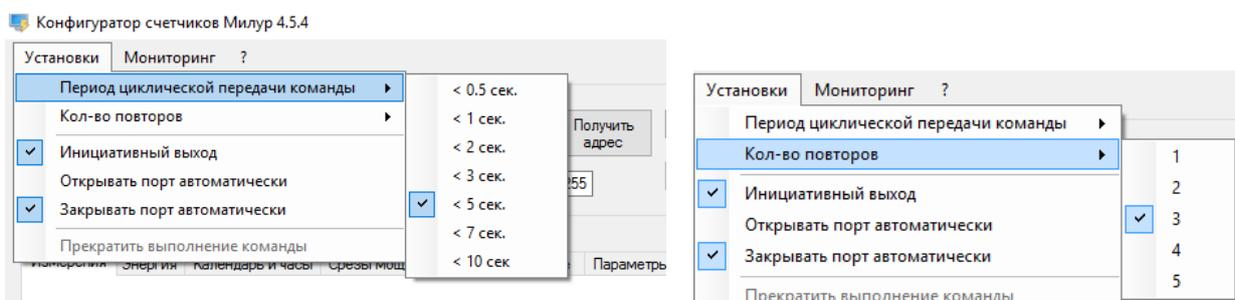

Рисунок 23 – Параметры связи
- в меню «Установки» (рисунок 23) выбрать «Период циклической передачи команды» равный трем или пяти секундам, «Кол-во повторов» от трех до пяти;